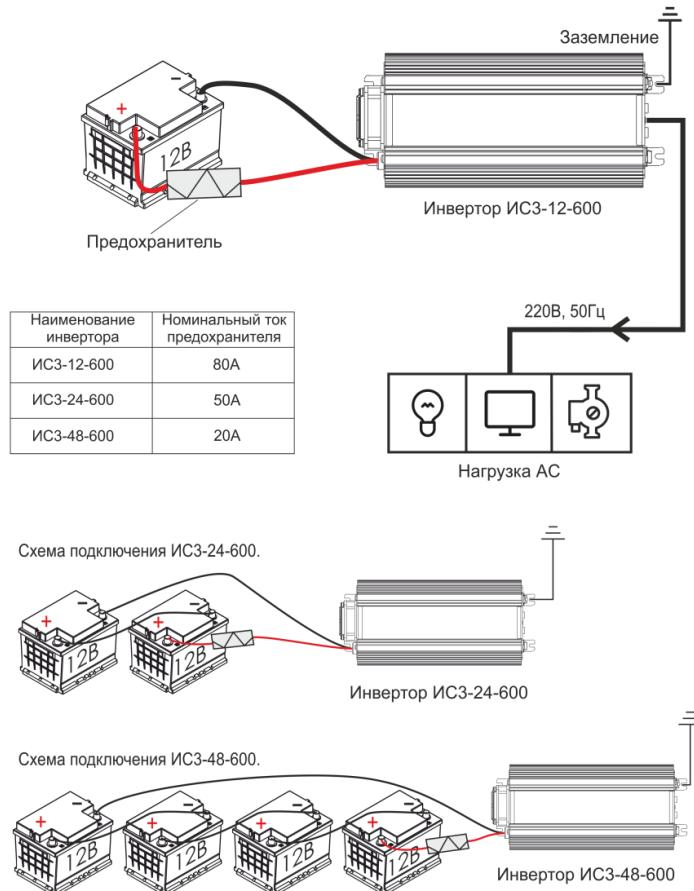

Рисунок 2 Схема подключения инверторов серии ИС3
7.1 Подключение инвертора производится в порядке, согласно Рис.2:
- подсоедините инвертор к аккумулятору с помощью штатных питающих кабелей через проходной предохранитель, расположенный непосредственно на плюсовой клемме аккумулятора (номинал предохранителя указан на Рис.2).